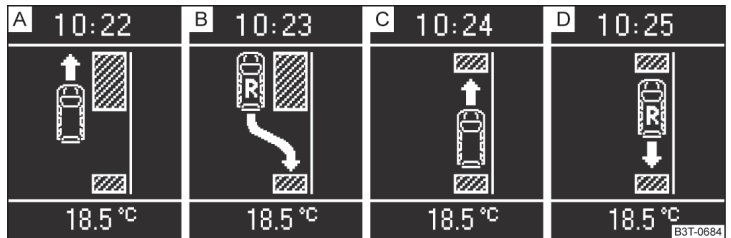

Abb. 149 Displayanzeige
Wenn das System eine geeignete Parklücke erkannt hat, wird diese Parklücke im Display angezeigt » Abb. 149 - **A**.
- Noch weiter vorfahren, bis im Display die Anzeige erscheint » Abb. 149 - **B**.
- › Wenn im Display der Pfeil nach vorn blinkt » **Abb. 149** - **C**, dann den 1. Gang einlegen bzw. den Wählhebel in Stellung **D** stellen.
- › Wenn im Display der Pfeil nach hinten blinkt » **Abb. 149** - **D**, dann erneut den Rückwärtsgang einlegen bzw. den Wählhebel in Stellung **R** stellen.